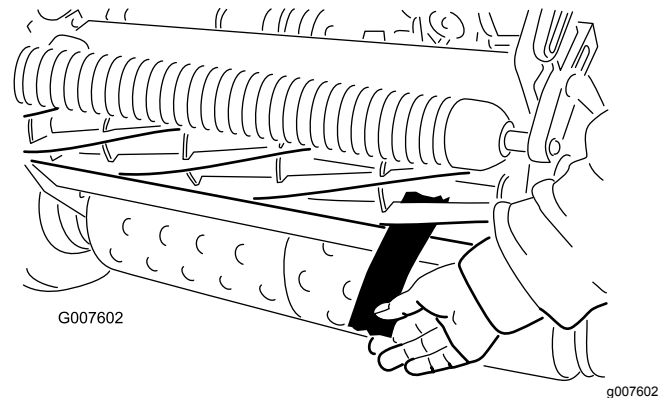

Figura 53
12. Testate le performance di taglio inserendo una lunga striscia di carta per le performance di taglio tra il cilindro e la controlama, perpendicolarmente alla controlama (Figura 53). Lentamente ruotate il cilindro in avanti; dovrebbe tagliare la carta.